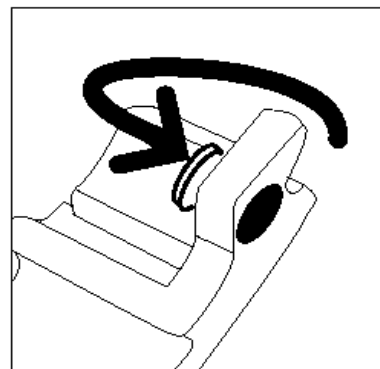

Figura 23: colocar a tampa no recipiente de despejo
- 6** Empurre com firmeza a tampa dourada sobre a abertura na parte traseira do recipiente de despejo, conforme ilustrado na Figura 23, para evitar um possível derramamento de revelador.